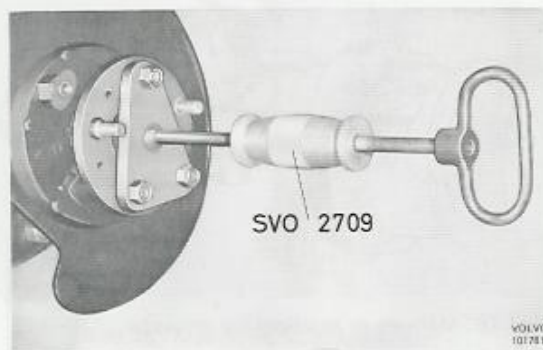

Bild 20. Demontering av drivaxel
4. Lossa skruvarna för bromssköld och -hållare. Dessa lossas genom hål i drivaxelflansen. Vrid bromsskölden bakåt så att handbromskonsolen går fri från flansen på kåpan. Dra ut drivaxeln med avdragare SVO 2709, se bild 20.
3. Lossa skruvarna för tryckbrickan. Dessa lossas genom hål i drivaxelflänsen. Dra ut drivaxeln med avdragare SVO 2709, se bild 20.